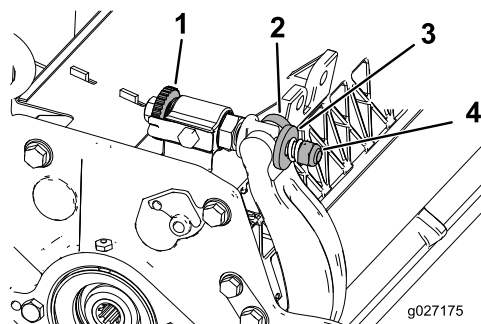

Рисунок 24
1. Поверните регулировочные винты неподвижного ножа против часовой стрелки, чтобы отвести неподвижный нож от барабана (Рисунок 24).
2. Ослабьте гайку натяжения пружины так, чтобы шайба не нажимала на планку неподвижного ножа (Рисунок 24).